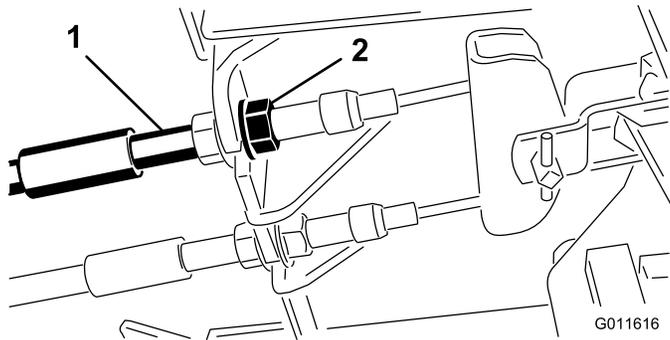

Figura 70
1. Per ridurre il gioco dei pedali del freno, stringete i freno allentando il dado anteriore sull'estremità filettata del cavo del freno (Figura 70).